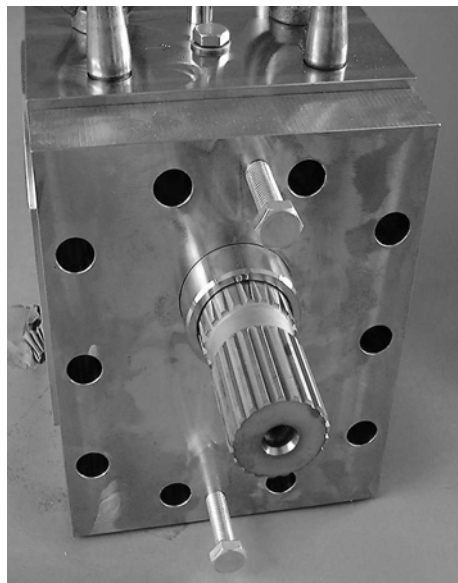

Рисунок 8.10 Отжимные винты
- Используйте два винта, чтобы при необходимости отжать крышку (рисунок 8.10).